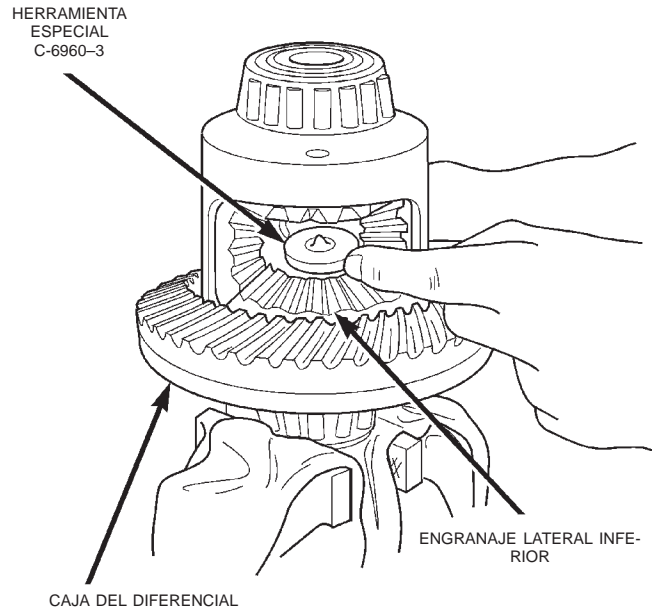
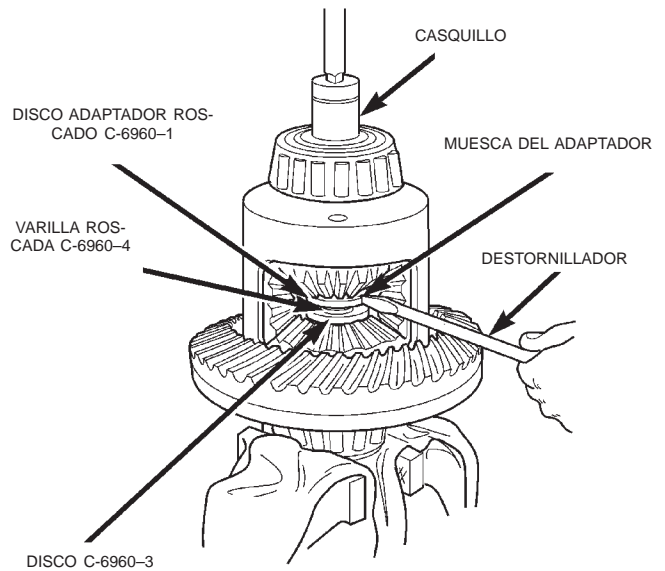

Fig. 67 Instalación de la estribera
Fig. 68 Instalación del adaptador roscado
(6) Instale y lubrique la estribera C-6960-3 (Fig. 67).
(7) Instale el adaptador roscado C-6960-1 en el engranaje lateral superior. Enrosque el tornillo forzador C-6960-4 en el adaptador, hasta centrarlo en la placa del adaptador.
(8) Emplace un destornillador pequeño en la muesca del adaptador roscado C-6960-1 (Fig. 68) a fin de impedir que el adaptador gire.